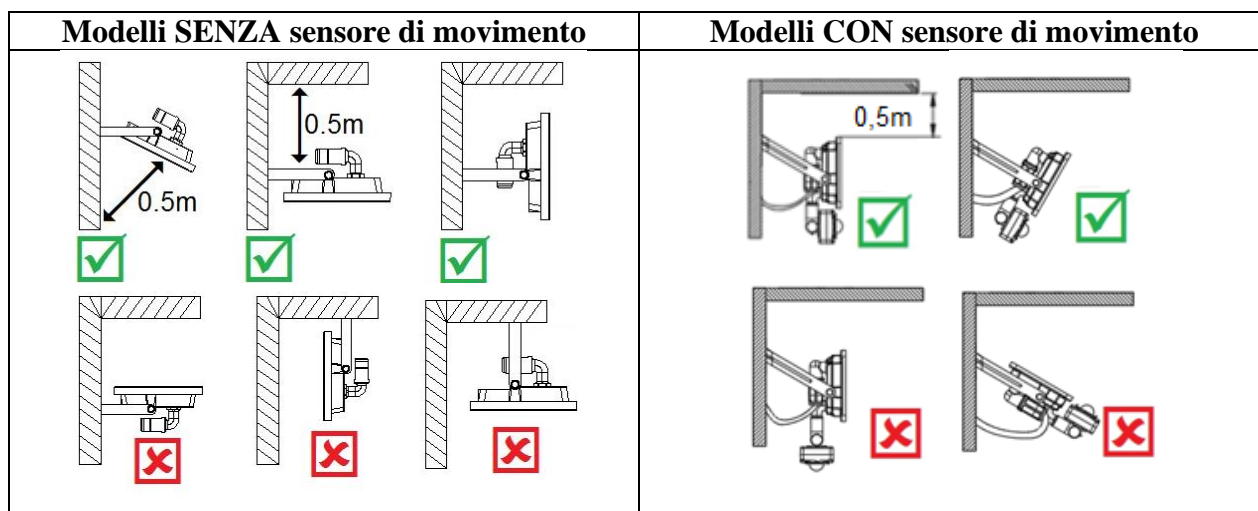

Fig. 4
- Assicurarsi che sia consentita una distanza di ventilazione superiore a 0,5 metri tra la lampada e gli oggetti adiacenti. Vedere la Fig. 4 per esempi.